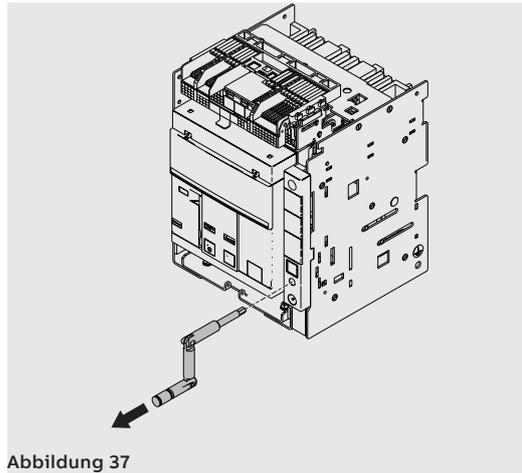

Abbildung 37
8. Die Handkurbel herausziehen. Siehe Abbildung 37.